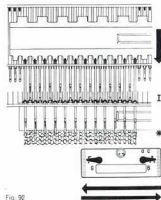

Fig. 92
1. Bem: Musterschiene mit 1-1 Teilung hinter die 1. N setzen und jede 2. N in Ruhestellung vorschieben, Fig. 92, 2 G str.